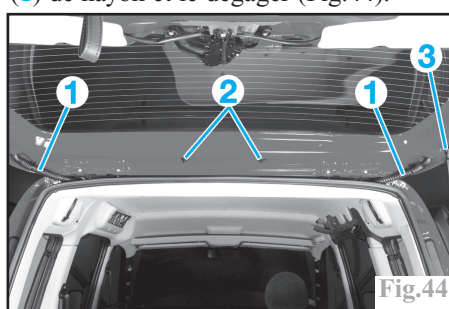

Fig.44
Débrancher les connecteurs des faisceaux (1) de hayon et le dégager (Fig.44).